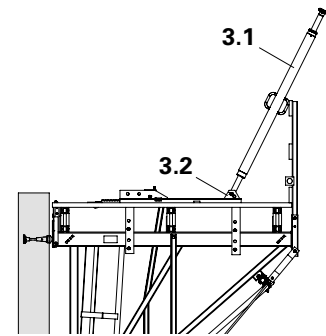

Fig. B2.06
2. Sujetar el tornapuntas 164-224 (3.1) al carro con bulón y grupilla de seguridad (3.2). Extender el husillo hasta el largo aproximado y fijarlo a la protección contra caídas para evitar que se caiga. (Fig. B2.06)